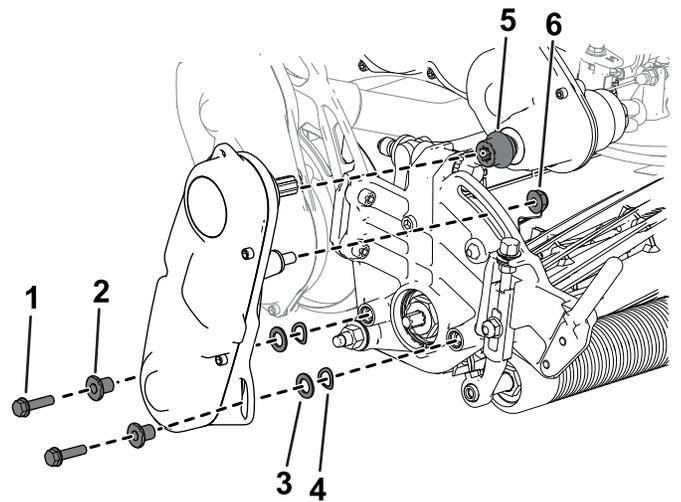

Figura 8
4. Instale el acoplamiento en el árbol de transmisión (Figura 8).
5. Utilice las fijaciones que se retiraron anteriormente para instalar el conjunto de transmisión del molinete en la unidad de corte (Figura 8).
6. Asegúrese de que el acoplamiento (Figura 8) se puede mover fácilmente hacia delante y hacia atrás en el árbol de la transmisión.